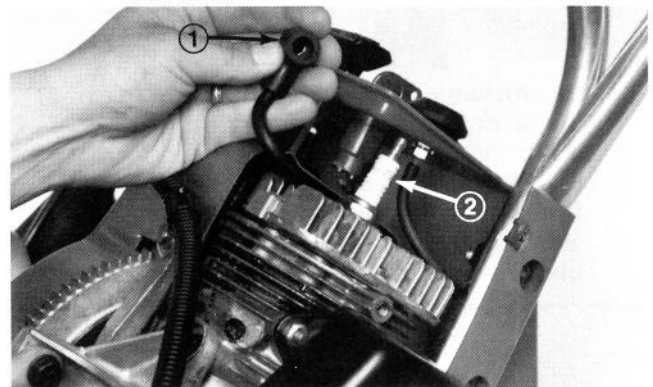

Figure 20
5. Enlevez le câble à haute tension de la bougie et retirez la bougie de la culasse (Figure 20).
7. Poussez à fond le câble à haute tension sur la bougie d'allumage (Figure 20).